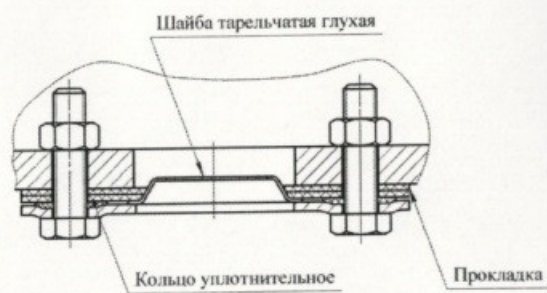

Рис. 3
2.1.13. Герметизация неиспользуемых кабельных вводов производится на заводе согласно рис. 3.